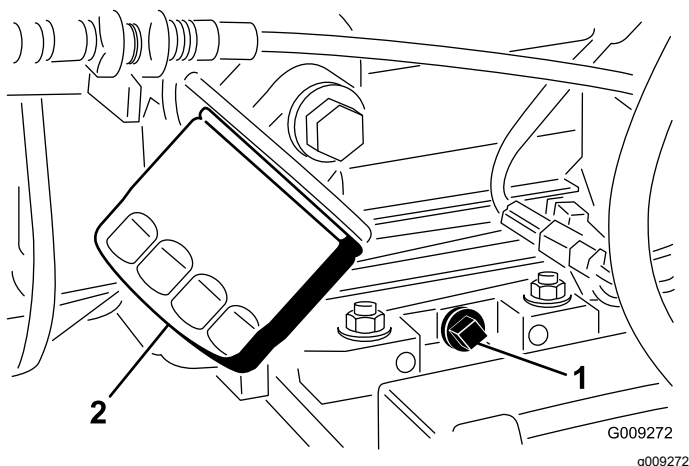

Figure 35
2. Placez un grand bac de vidange sous le bouchon de vidange d'huile (Figure 35).
3. Retirez le bouchon de vidange et faites couler l'huile dans un bac de vidange (Figure 35).
5. Déposez le filtre à huile de son adaptateur (Figure 35).